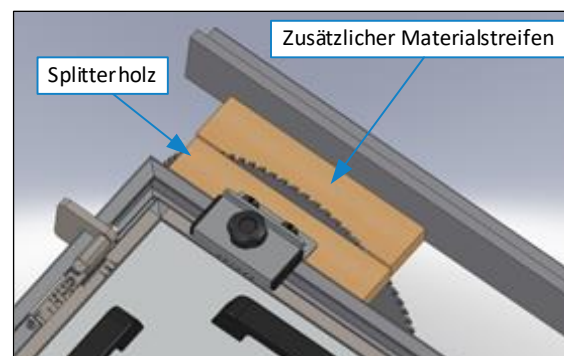

Abbildung 6: DSG-D justieren (3)
6. Den Anschlag mit dem Splitterholz vorsichtig bis an das Sägeblatt schieben (siehe ⇒ Abbildung 6).